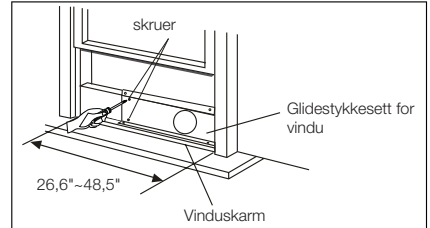
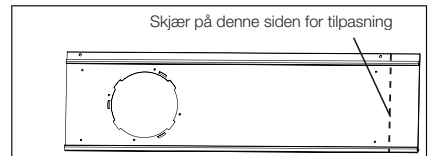
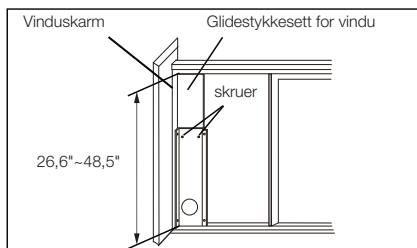

Fig. 13
Fig. 14
Fig. 19
2. Åpne vindusrammen, og plasser glidestykket for vindu på vinduskarmen (Fig. 13). Fest glidestykket til vinduskarmen. Juster lengden på glidestykket i forhold til vinduets bredde. Skru inn de to skruene på glidestykket. Se Fig. 13. Skjær av det justerbare glidestykket dersom vinduets bredde er mindre enn 67,6 cm (Fig. 14).
2. Åpne vindusrammen, og plasser glidestykket på vinduskarmen. Se Fig. 19. Fest glidestykket til vinduskarmen. Juster lengden på glidestykket i forhold til vinduets høyde. Skru inn de to skruene på glidestykket. Se Fig. 19. Skjær av det justerbare glidestykket dersom vinduets høyde er mindre enn 67,6 cm (Fig. 14).